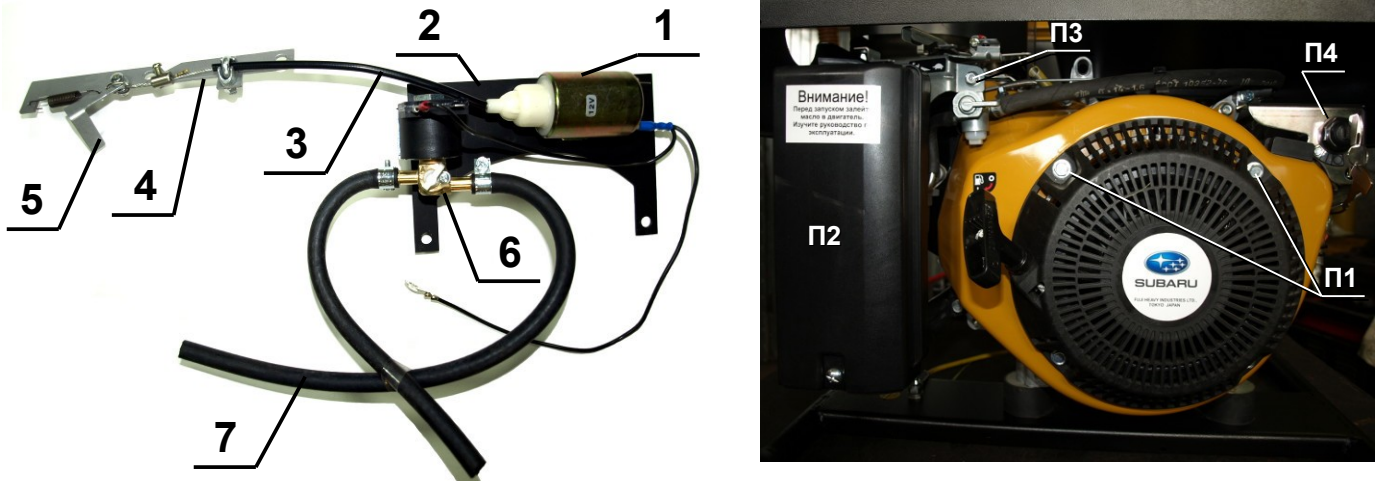

Рис.1. Электропривод воздушной заслонки ПС12-1 (слева) для двигателей ЕХ35 и ЕХ40 (внешний вид двигателя показан справа).
Комплект состоит из блока управления заслонкой (БУЗ), датчика температуры и электропривода воздушной заслонки (рис.1). При подаче сигнала «Зажигание» БУЗ в течении 3-х секунд считывает температуру двигателя, после чего выставляет сигнал готовности к запуску и ожидает появления сигнала «Старт». Если сигнал «Старт» в течении 20 секунд не будет подан, то устройство самоблокируется до отключения и повторного включения сигнала «Зажигание». Если сигнал «Старт» пришёл, то включается соленоид и удерживается в течении времени, определяемом по температуре двигателя. Запитывается блок управления от бортовой системы питания генераторной станции при включении сигнала зажигания с замка зажигания или через исполнительное устройство или блок ТКМ-V8. Напряжение питания привода 10-16В.
- 2) Открутите два верхних болта крышки кик-стартера (рис.1, поз.П1)
- 3) Снимите крышку воздушного фильтра (рис.1, поз.П2) и выньте фильтр. Порядок разборки воздушного фильтра подробно описан в руководстве по эксплуатации на конкретный двигатель. Открутите две гайки возле входного воздушного отверстия карбюратора, затем болт внизу и снимите заднюю крышку воздушного фильтра (болты показаны стрелками на рис.2). Снимать резиновый патрубок не надо, просто отогните крышку в сторону!
- 5) С помощью торцевого гаечного ключа на 10 открутите болт (рис.1, поз.П3) и снимите топливный кран. Двигатель подготовлен к монтажу.
- 6) Возьмите двумя руками электропривод воздушной заслонки (правой кронштейн соленоида (поз.2, рис.1), левой кронштейн привода (поз.4, рис.1)) и вставьте кронштейн соленоида между крышкой кик-стартера и корпусом двигателя так, чтобы совпали отверстия крепления кронштейна с отверстиями крепления крышки. Кронштейн привода (поз.4, рис.1) пока положите на карбюратор. Прикрутите двумя болтами крышку кик-стартера вместе с кронштейном соленоида.
- 10) Открутите кронштейн замка зажигания (рис.1, поз.П4).